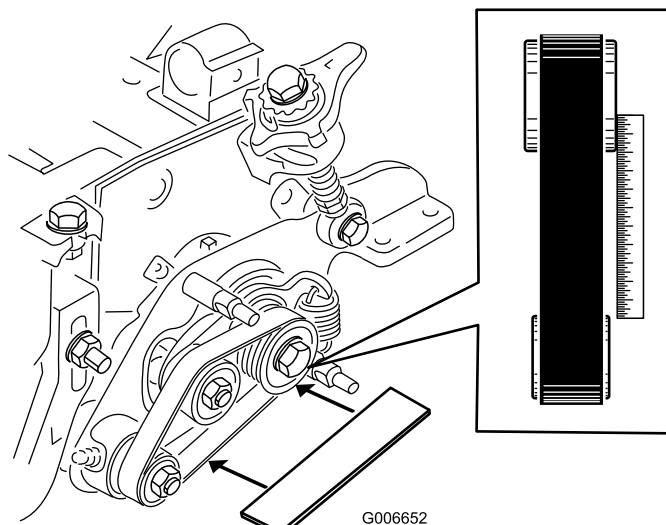

Рисунок 12
- Установите проверочную линейку на наружную поверхность **ведущего** шкива (Рисунок 12).